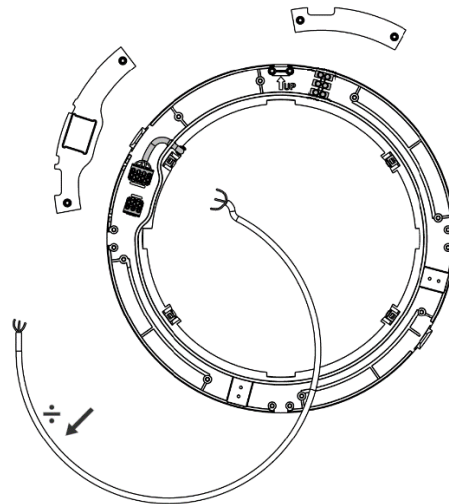

Abbildung 37 - Entfernen des internen Kabels
1. Die obere und linke Abdeckung demontieren und das interne Kabel entfernen, siehe Abbildung 37 unten.